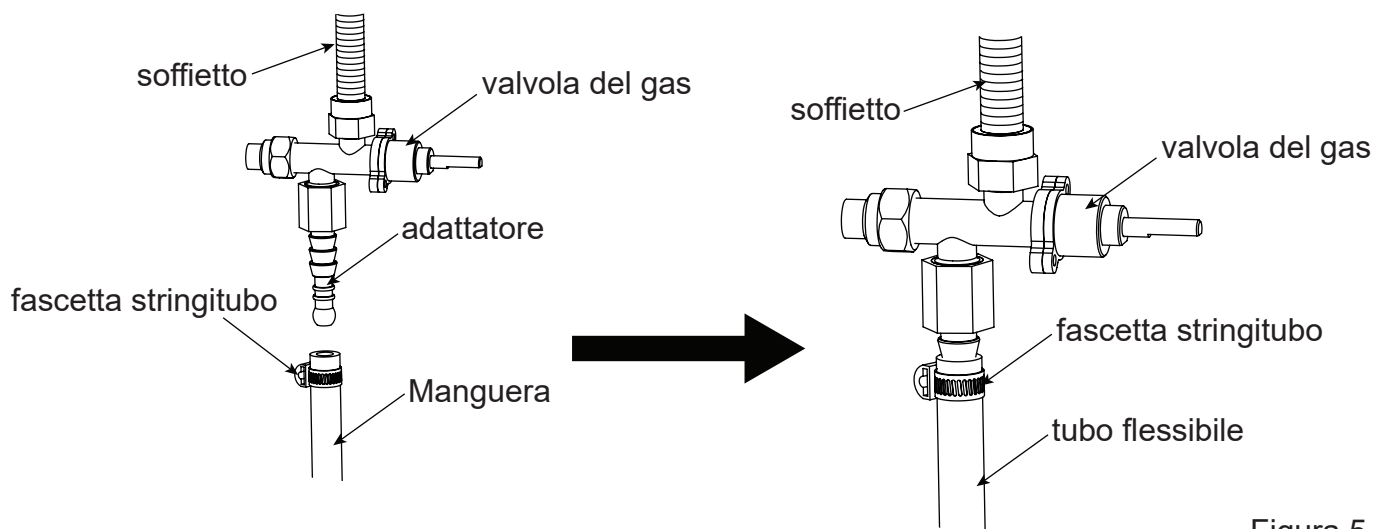

Figura 5
6. Preparare il tubo flessibile e la fascetta stringitubo, collegare l'adattatore al tubo flessibile e stringere con la fascetta stringitubo (vedere Figura 5).